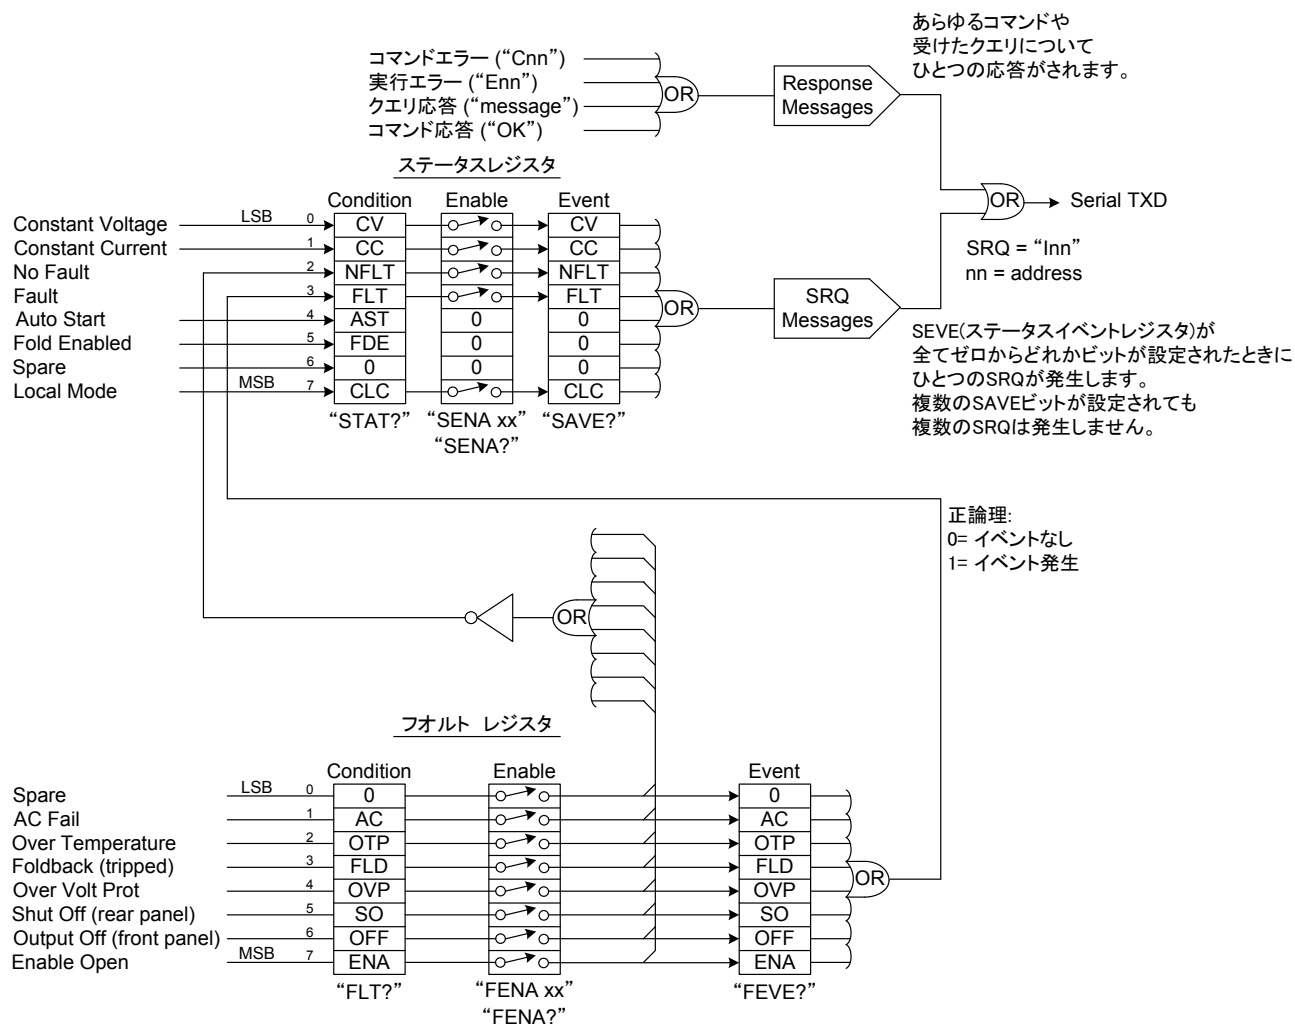

図 6-7 ステータスレジスタおよびエラーレジスタ
- ◆ ステータスおよびエラーレジスタについては図 6-7 を参照してください。